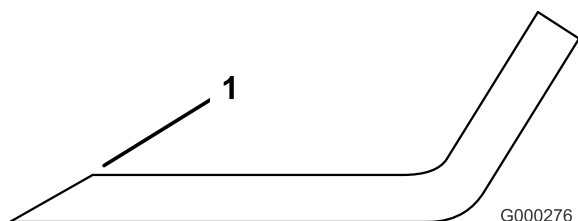

Figura 89
1. Affilate i taglienti da entrambe le estremità della lama con una lima (Figura 89). Rispettate l'angolazione originale. La lama conserva il proprio equilibrio soltanto se viene rimossa una quantità uguale di materiale da entrambi i taglienti.